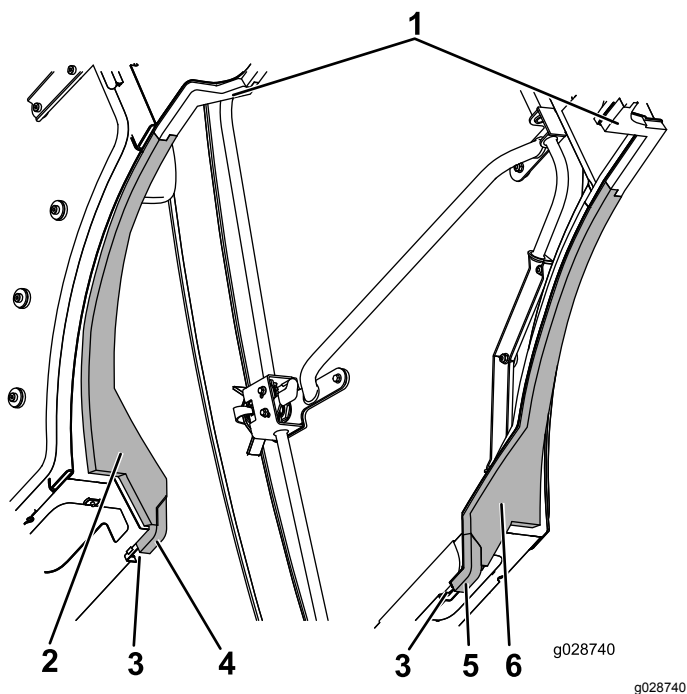

Figura 62
4. Alinee los bordes interiores de las juntas de espuma izquierda y derecha del depósito con las juntas de espuma centrales izquierda y derecha, encajando entre sí las pestañas (Figura 62).
5. Presione el borde delantero de las juntas de espuma laterales izquierda y derecha contra el canal y encaje entre sí el borde trasero biselado de la junta de espuma con la junta de espuma del depósito (Figura 62).